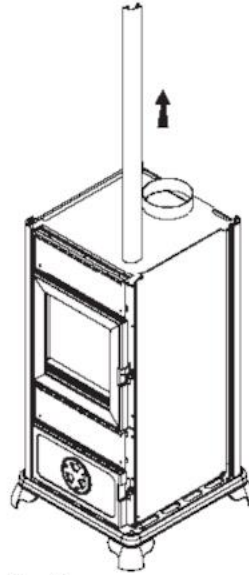

fig. 3
- Sfilare il profilo anteriore dalla propria sede, sollevandolo, fig. 3.